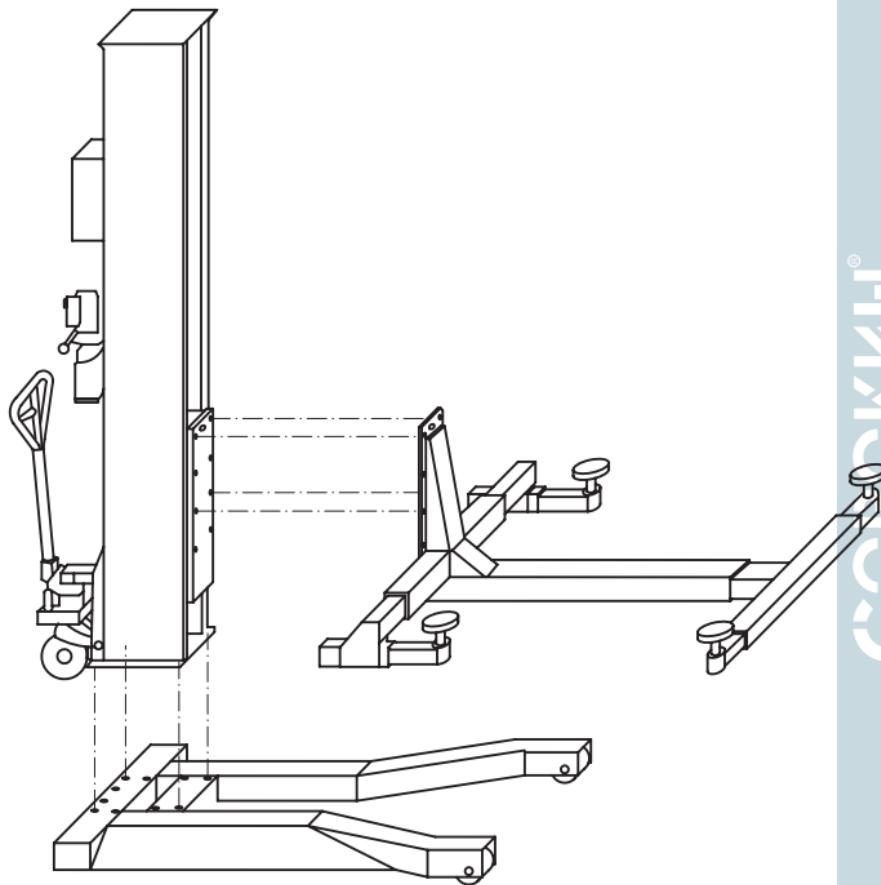

Рисунок 4 – Сборка каркаса
- Установите стойку на подвижную платформу подъёмника, далее подключите рычажную систему (рис. 4).